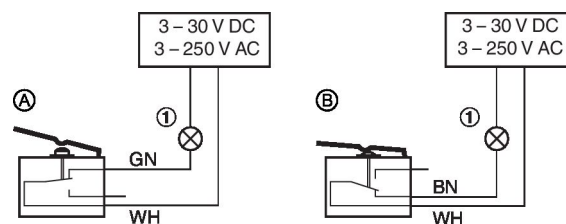

Fig. 42: Cablagem de interruptores fim-de-curso, exemplo
- Os interruptores fim-de-curso devem ser ligados de acordo com o exemplo de cablagem Fig. 42